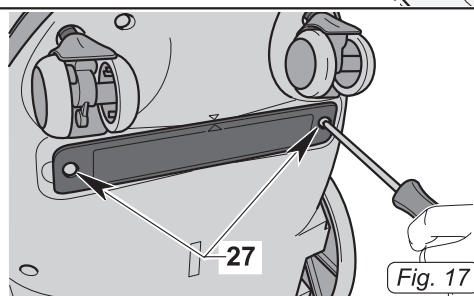
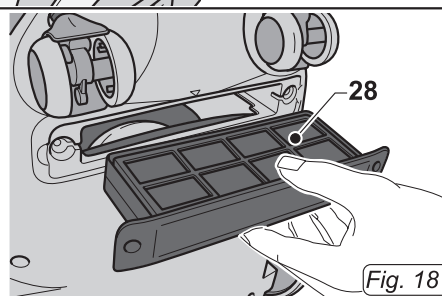

Fig. 17
Fig. 18
- Incline el aspirador de polvo y quite los tornillos (27 Fig. 17), luego extraiga el filtro (28 Fig. 18).